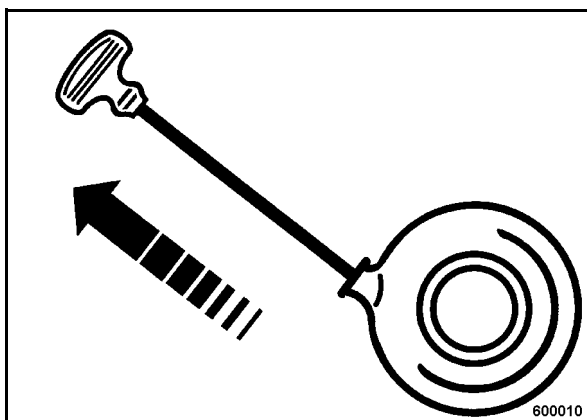

рис. 18
- Потянуть за ручку тросового стартера как можно быстро и сильно (рис. 18).